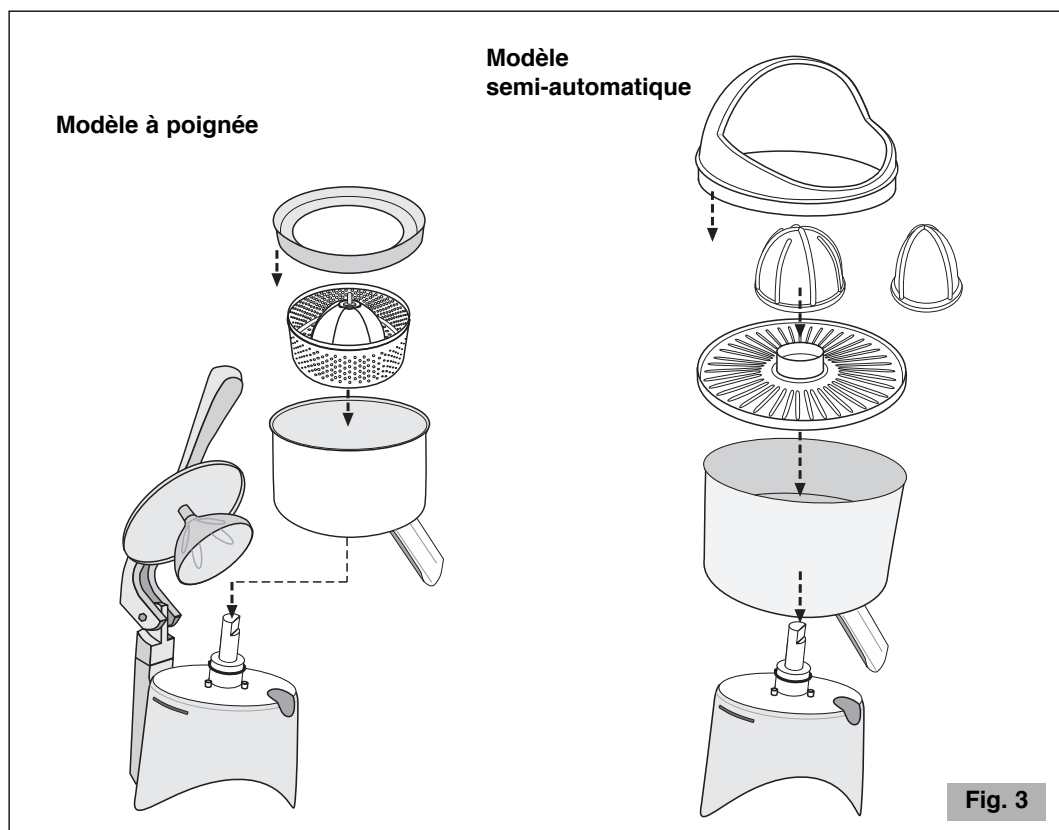
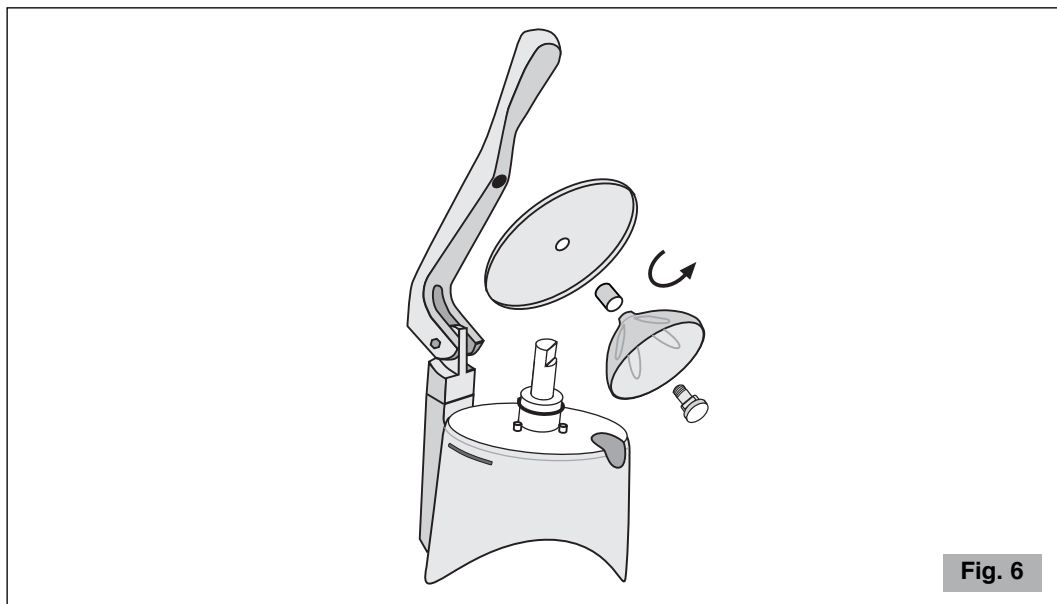

Fig. 3
Fig. 6
Modèle à poignée (Fig. 3 et Fig. 6)
- Enlever la coupelle de serrage et le couvercle anti-projection en dévissant la coupelle. Enlever l'anneau anti-projection, le cône presse-pulpe/filtre et la cuve à jus.**Modèle semi-automatique (Fig. 3)**